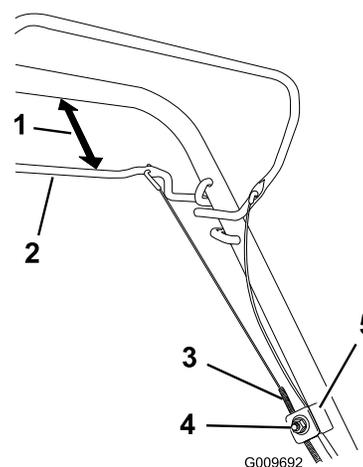

Figure 38
1. Desserrez l'écrou du support de guidage du câble (Figure 38).
2. Maintenez la barre de commande d'autotraction à 25 à 38 mm (1 à 1,5 po) du guidon (Figure 38).
3. Tirez la gaine du câble vers le bas (vers la machine) jusqu'à ce qu'il n'y ait plus de mou dans le câble (Figure 38).